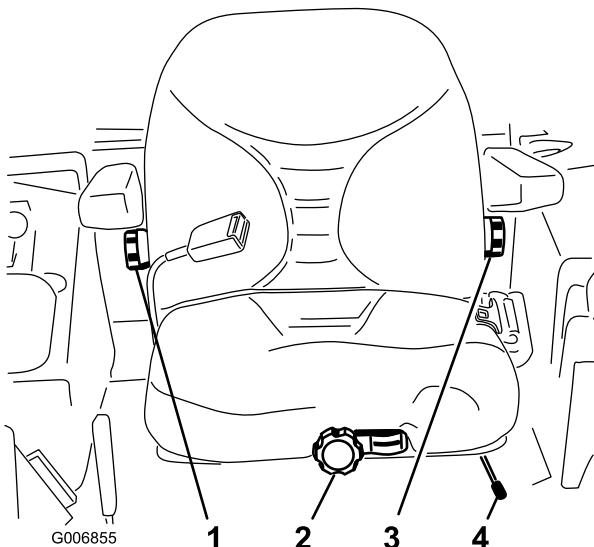

Figura 48
1. Mueva la palanca lateralmente para desbloquear el asiento (Figura 48).
Sin sentarse en el asiento, gire el pomo situado en la parte delantera en cualquier sentido hasta encontrar la posición más cómoda (Figura 48).
Para ajustarlo, gire el pomo situado debajo del reposabrazos derecho en cualquier sentido hasta encontrar la posición más cómoda (Figura 48).
Para ajustarlo, gire el pomo situado debajo del reposabrazos izquierdo en cualquier sentido hasta encontrar la posición más cómoda (Figura 48).